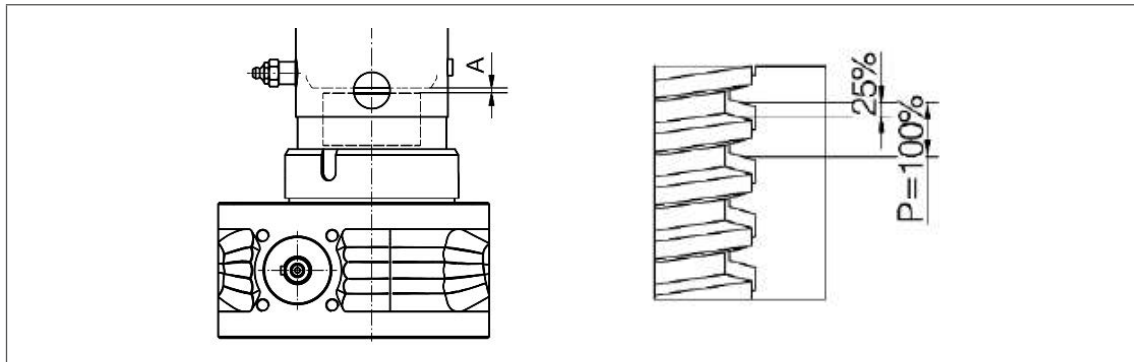

Fig. 16: Borgmoer SIFA: maat „A“ ter vergelijking tijdens slijtagetest
3. Als een veiligheidsvangmoer SIFA gemonteerd is. Meet maat „A“ en noteer deze (zie Fig. 16). Deze maat in de nieuwstaat dient als vergelijkingsmaat in het verdere verloop van de werking en is nodig om later de slijtage te kunnen beoordelen (zie hoofdstuk 7.1.1., pagina 28).
- 3. Als er een veiligheidsvangmoer SIFA aanwezig is: Slijtage volgens Afb. 16 (rechter afbeelding) controleren.